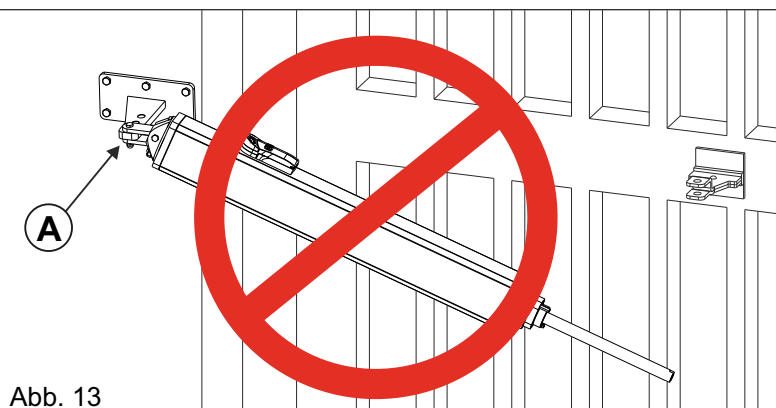

Abb. 13
**! Den Antrieb nicht über den erlaubten Winkel der Schwinggabel «A» drücken (Abb. 13)